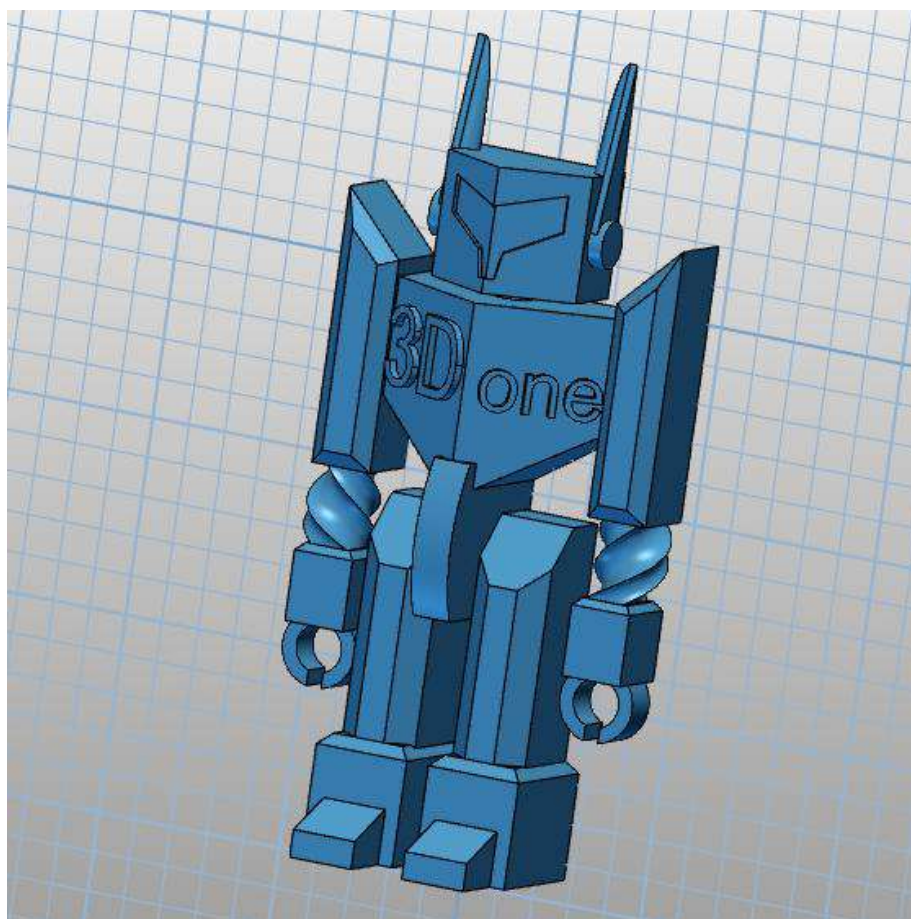

图 6-5
Step 5 布尔运算选择加运算，点击确定，完成组合。完成 3DOne 机器人设计，如下图 6-5 所示：